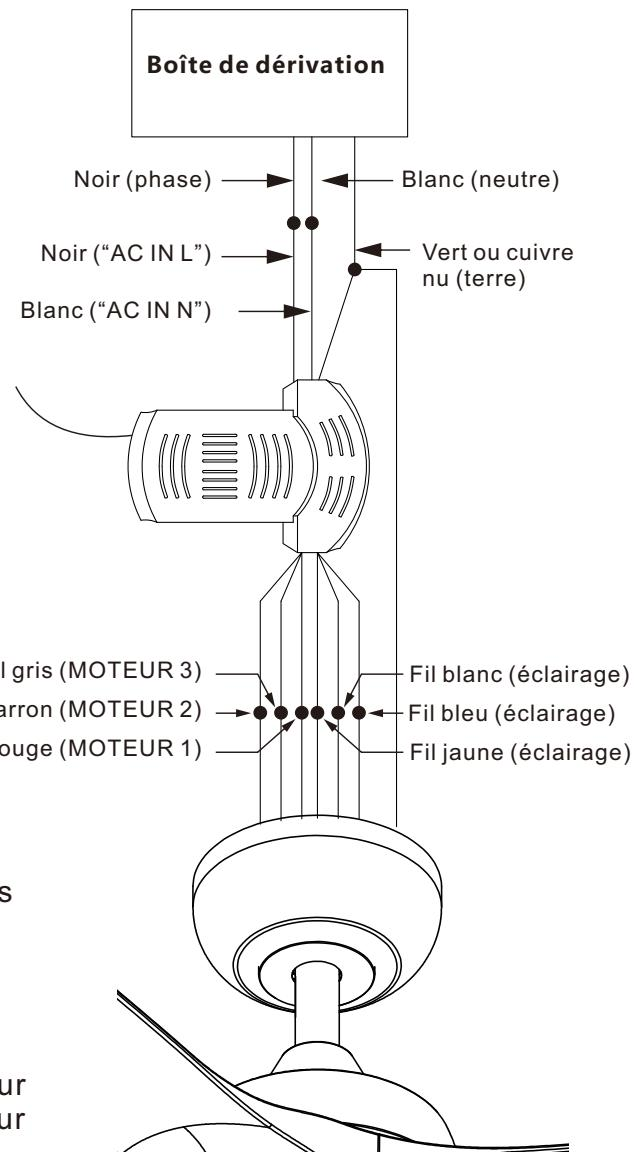

Figure 17
#### moteur-récepteur : (Fig. 17)
**Étape 2 :** (Fig. 17) Connecter le fil noir (**phase**) du plafond au fil "AC in L" du récepteur et le fil blanc (**neutre**) au fil "AC in N", puis serrer avec les dominos fournis.